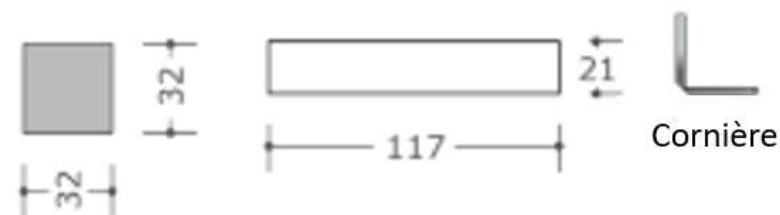

Fig.10b-Caches moineaux
- Fixez les caches moineaux des côtés 117x21mm sous les cadres triangulaires à l'aide des vis 40mm fournies (Fig.10b) : la feuillure est dirigée vers l'extérieur.